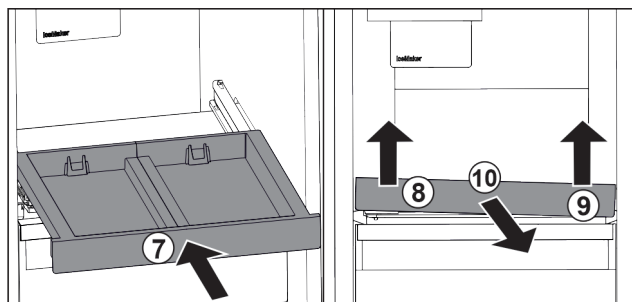

Fig. 171
- ▶ 推入拉出式搁板。Fig. 171 (7)
- ▶ 抬起抽屉左前部。Fig. 171 (8)
- ▶ 抬起抽屉右前部。Fig. 171 (9)
- ▶ 向前取出拉出式搁板。Fig. 171 (10)